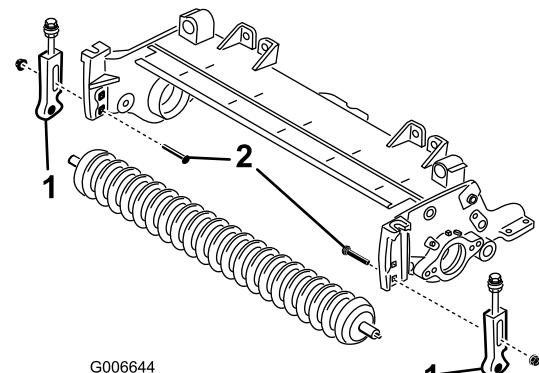

図 3
5. 刃高ブラケットをカッティングユニットのサイドプレートに固定しているキャリッジボルトを外す図 3。
7. カッティングユニットのサイドプレートから刈高ブラケットと前ローラを取り外す図3。